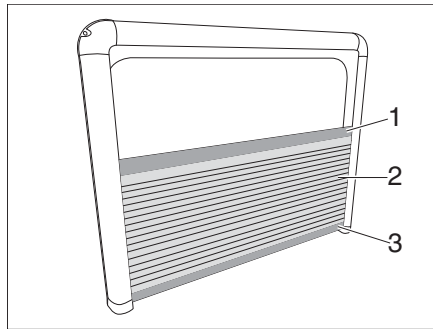

Fig. 75 Store, plissé
**Fermer :** ■ Tirer le store occultant (Fig. 75,2) de la barrette supérieure (Fig. 75,1) vers le haut et faire glisser la barrette inférieure (Fig. 75,3) vers le bas.
**Ouvrir :** ■ Faire glisser la barrette supérieure (Fig. 75,1) vers le bas. La fenêtre ouverte est protégée par une moustiquaire.
**Ouvrir sans moustiquaire :** ■ faire glisser la barrette inférieure (Fig. 75,3) vers le haut. La fenêtre ouverte n'est pas protégée par une moustiquaire.